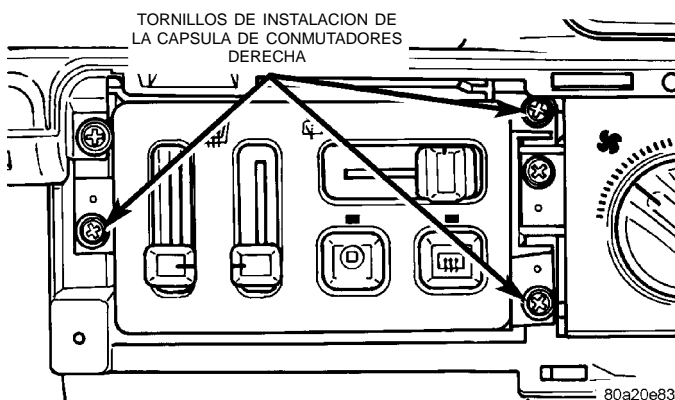

Fig. 3 Desmontaje e instalación de la cápsula de conmutadores derecha
(1) Desconecte y aisle el cable negativo de la batería.
(2) Mediante una varilla tapizada u otra herramienta adecuada de hoja plana, haga un movimiento de palanca suave alrededor de los bordes del marco de la cápsula de conmutadores derecho y retire el marco.
(3) Retire los tres tornillos que sujetan la cápsula de conmutadores derecha al tablero de instrumentos (Fig. 3).